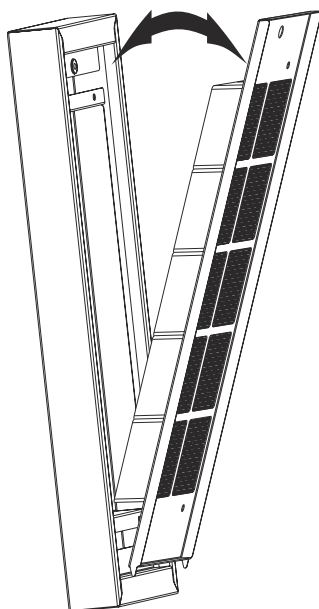

Abb. 29
3. ➤ Aktivkohlefilter entfernen (Abb. 29).